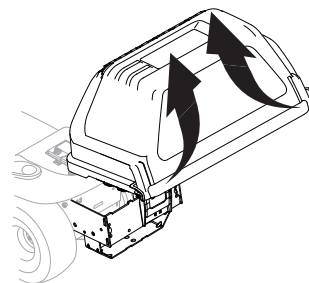

Figure 17
- Ouvrez le couvercle du bac récupérateur en appuyant sur les encoches et en soulevant le couvercle supérieur. Voir Figure 17.